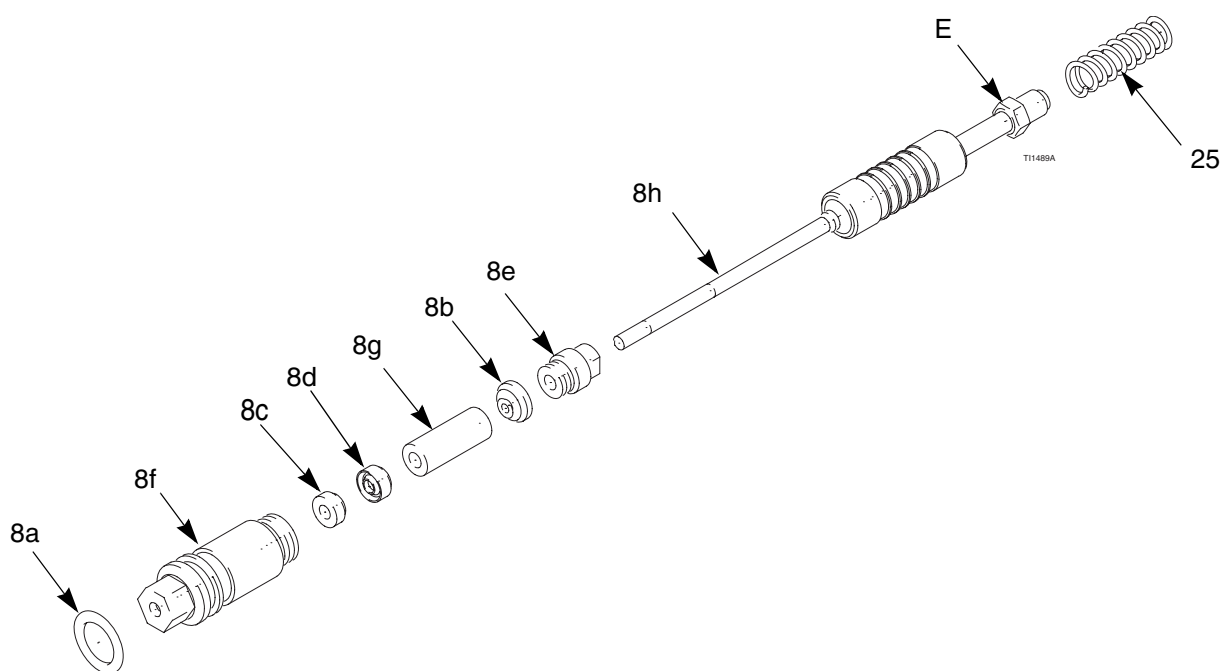

Abb. 24. Packungsstange
1. Packungsmutter (8e) und Dichtung (8b) auf die Materialstange (8h) geben. Die Schlüsselflächen der Packungsmutter müssen zum hinteren Ende der Materialstange zeigen. Der Dichtungs-O-Ring muss von der Packungsmutter weg gerichtet sein. Siehe Abb. 24.
6. Die Feder (25) wie gezeigt gegen die Mutter (E) einbauen.
7. Den Packungsstangensatz (8) in den Pistolenlauf einbauen. Mit dem Multifunktionswerkzeug (40) den Satz gerade satt anziehen.
9. Stellglied (29) und Gegenmutter (28) installieren und einstellen. Siehe Seite 39.
11. Pistolenabdeckblech (2) und Luftkappe installieren; Seite 34.